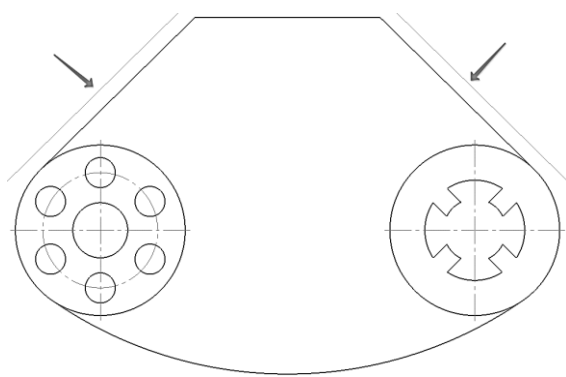

Рис. 58. Построение вспомогательных параллельных прямых
2.12.1 При помощи команды **Параллельная прямая** проведем вспомогательные прямые, удаленные на 6 мм (рис. 58).